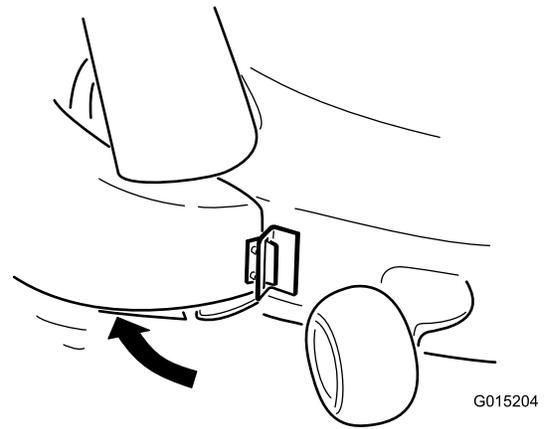

Figura 22
2. Gire el conducto hacia atrás y hacia la carcasa, de modo que el conducto quede enrasado con la carcasa de corte (Figura 22).